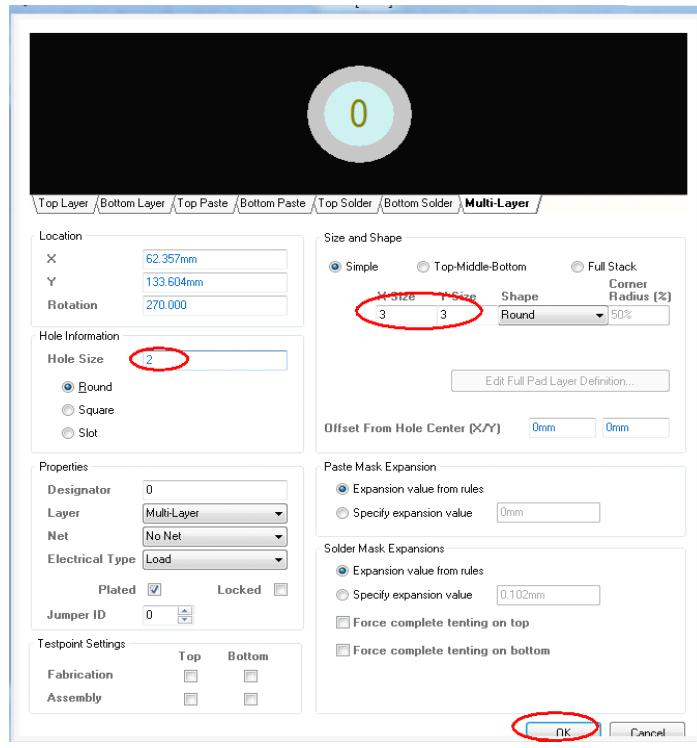

图 6-6.78 设置安装孔属性
**Step3:** 放置安装孔。要求孔径 2mm，焊盘大小 3mm。执行菜单命令【Place】 / 【Pad】，此时焊盘会粘在鼠标上，按下 Tab 键进行修改属性和大小。如图 6-6.78 所示。